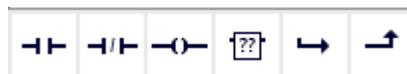

Figura 14. Iconos de los elementos para la creación del programa.
14. En la Figura 14 se muestran los elementos favoritos para la creación de los segmentos del programa en el siguiente orden: “Contacto normalmente abierto”, “Contacto normalmente cerrado”, “Asignación”, “Cuadro vacío”, “Abrir rama” y “Cerrar rama”. (sino aparecen, active el icono  “Mostrar Favoritos también en el editor”)
Para simplificar la solución anterior, pueden utilizarse funciones de memoria, estas pueden encontrarse siempre en los iconos de favoritos, específicamente en el icono de “Cuadro vacío” (Ver Figura 14).